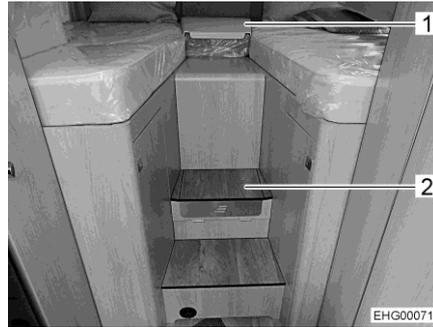

Bild 119 Kurze Ablage (am Kopfende)
- Kurze Ablage (Bild 119,1) entfernen.
- Klappe (Bild 121,1 und Bild 119,2) öffnen.